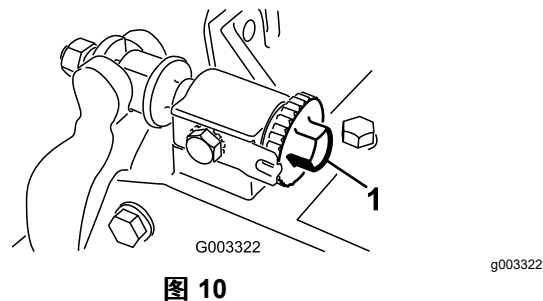

图 10
- 逆时针旋转底刀架调节螺丝确保底刀架不与滚刀接触图 10。